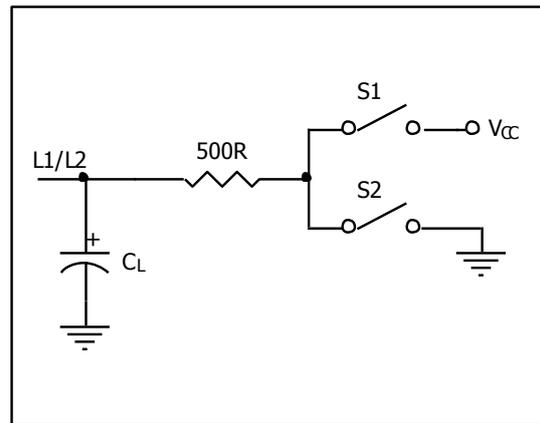
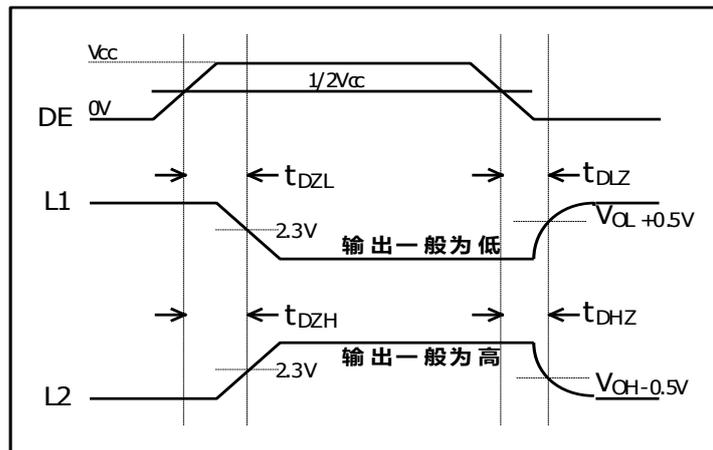

图 4：驱动器使能/关断开关特性测试负载
图 6：驱动器使能/关断时序
| 驱动器使能到输出为高                         | tDZH   |  | 图 4 和图 6，$C_L=100pF$ S2 闭合 | -   | -         | 2500 | nS |
| 驱动器使能到输出为低                         | tDZL   |  | 图 4 和图 6，$C_L=100pF$ S1 闭合 | -   | -         | 2500 | nS |
| 驱动器从低到关闭                           | tDLZ   |  | 图 4 和图 6， $C_L=15pF$S1 闭合  | -   | -         | 100  | nS |
| 驱动器从高到关闭                           | tDHZ   |  | 图 4 和图 6， $C_L=15pF$S2 闭合  | -   | -         | 100  | nS |
(4) 测试线路见图6